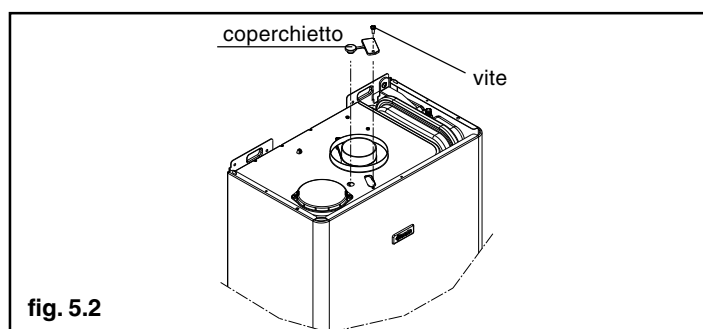

fig. 5.2
- rimuovere la vite del coperchietto presa analisi combustione (fig. 5.2) e inserire le sonde